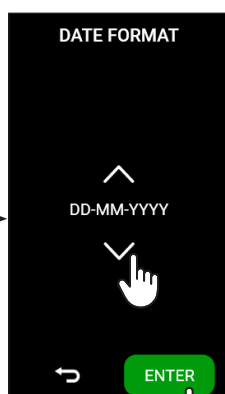

fig.3
For korrekt funktion, efterlad mindst 5 cm frit plads mellem bagsiden af enheden og en eventuel væg, eller brug de medfølgende afstandsstykker (se kapitel 4.3) (fig. 3). Installer ikke enheden i nærheden af varmekilder eller i fugtige eller dårligt ventilerede områder. Rummet skal sørge for luftcirkulation med mindst 10 luftskift i timen; et recirkulerende luftventilationssystem (f.eks. en elektrisk ventilator) kan ikke bruges som et alternativ.
- Indstil datoformatet, og tryk på ENTER (fig. 3);